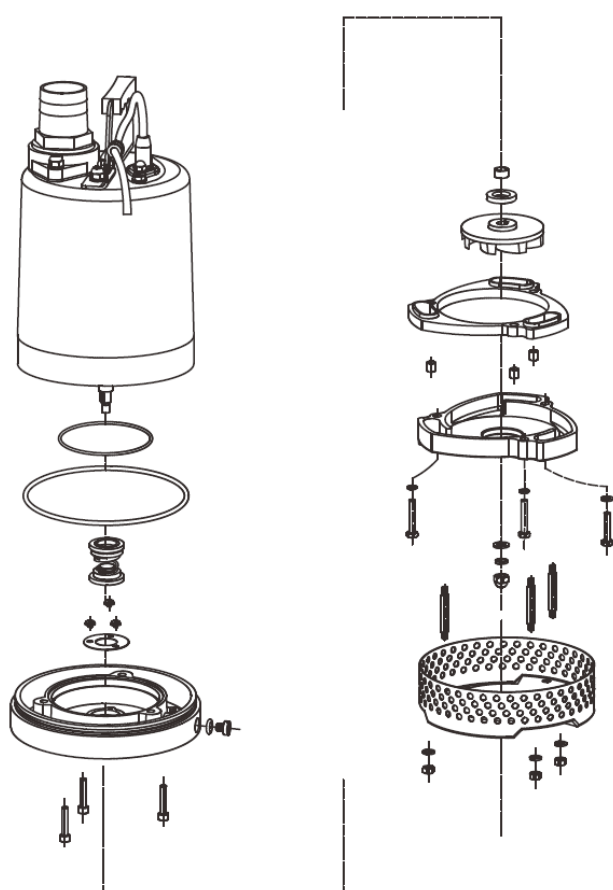
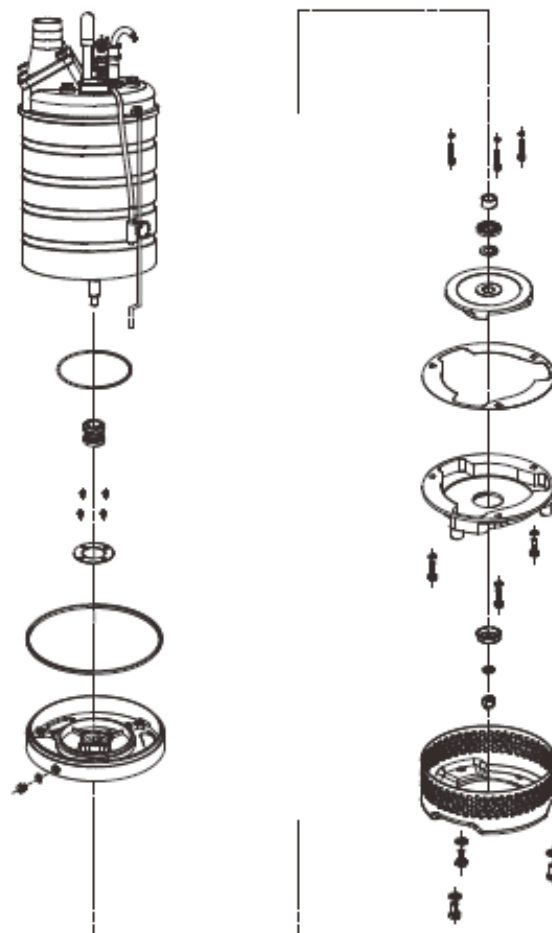

Рис. 26. МОДЕЛЬ 1: 0,25 ~ 0,75 кВт в разобранном виде
Рис. 27. МОДЕЛЬ 2: 1,5 ~ 5,5 кВт в разобранном виде
5.1.1. Разборка насосов МОДЕЛЬ 1: 0,25 ~ 0,75 кВт, МОДЕЛЬ2: 1,5 ~ 11 кВт / МОДЕЛЬ 4: 1,5 ~ 5,5 кВт (Рис.26, Рис. 27)